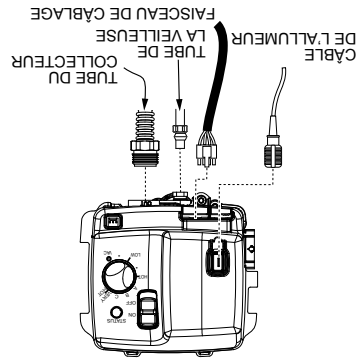

FIGURE 23.
2. Déplacer l'interrupteur MARCHÉ/ARRÊT du module de commande de gaz/thermostat à la position « ARRÊT » pour éteindre le chauffe-eau. (Figure 23).